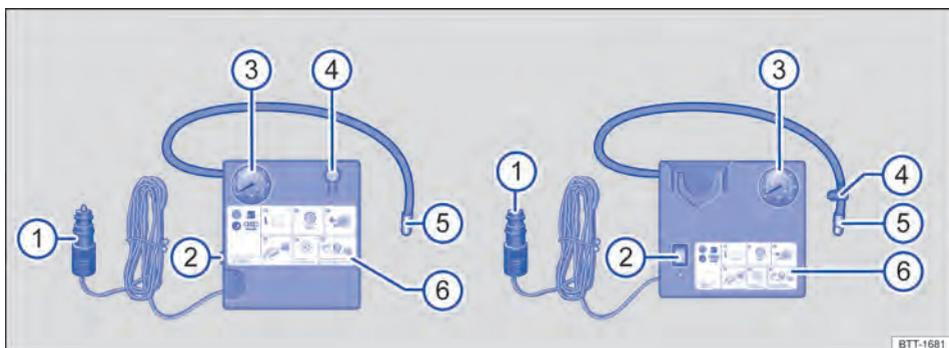

Fig. 202 Representação esquemática: compressor do kit de reparo dos pneus.
O compressor do kit de reparo dos pneus é composto dos seguintes componentes → **Fig. 202**:
- Rosquear a mangueira de enchimento dos pneus → Fig. 202 ⑤ do compressor de ar com firmeza na válvula do pneu.
- Verificar se o parafuso de sangria de ar → Fig. 202 ④ está fechado.
- Conectar o conector do cabo de 12 V → Fig. 202 ① numa tomada 12 V no veículo → Página 166.
- Ligar o compressor de ar com o interruptor ON-OFF → Fig. 202 ②.
- Reconectar a mangueira de enchimento dos pneus → Fig. 202  e ler a pressão dos pneus no indicador da pressão dos pneus → Fig. 202 .